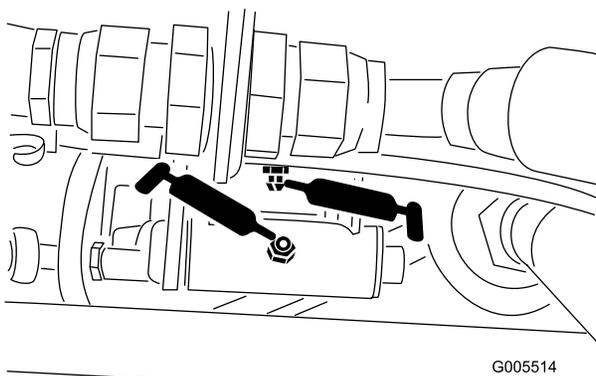
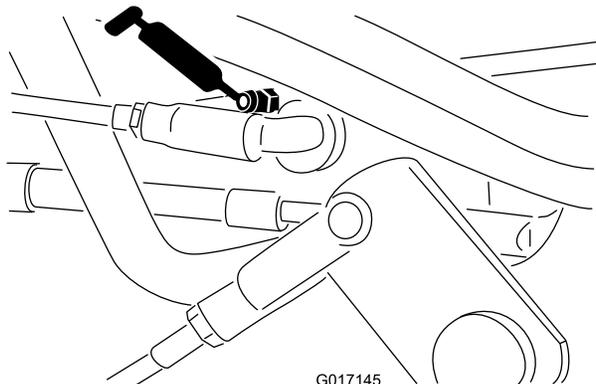

Bild 43
Bild 44
- Geschwindigkeitsgestänge (**Bild 43** und **Bild 44**).